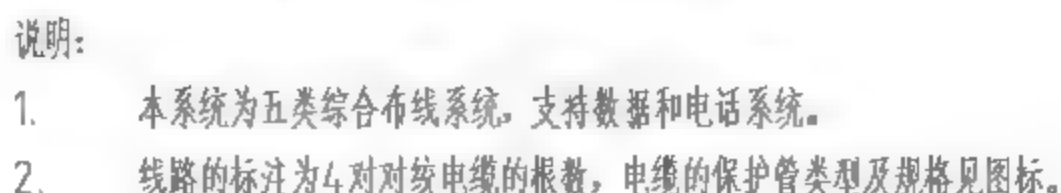

图6-44 创建结果
**06** 最后，在绘图区域空白位置单击鼠标左键，退出编辑，完成“说明”的创作，如图6-44所示。